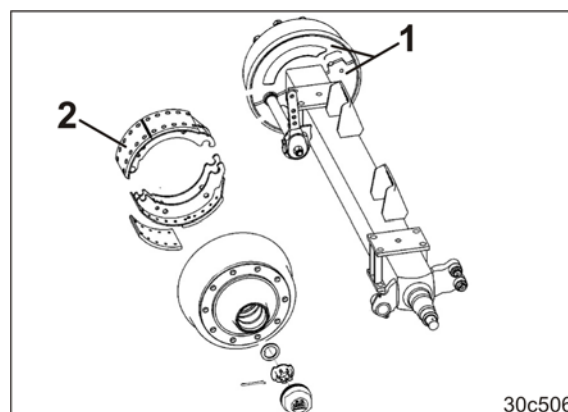

Fig. 336
Les impuretés qui pénètrent dans le frein peuvent se déposer sur les garnitures (Fig. 336/2) et dégrader sensiblement les performances du freinage.
1. Dévissez les deux tôles de protection (Fig. 336/1) sur le côté intérieur du tambour frein.